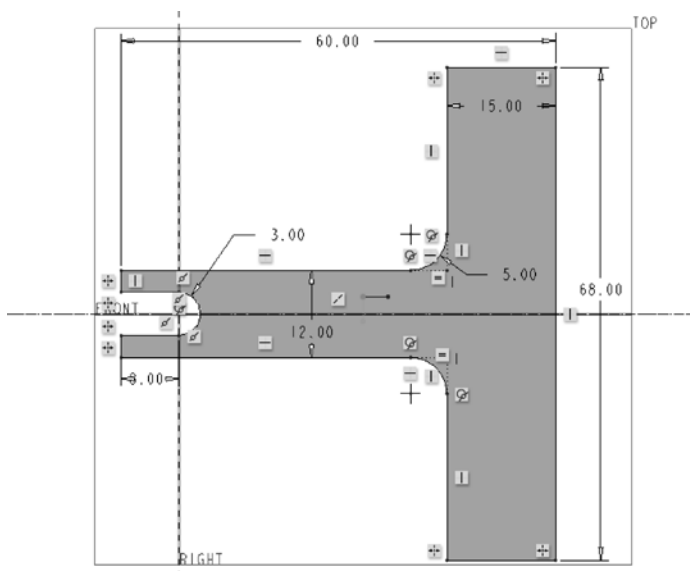

图 5-150 绘制剖面
(1) 在功能区“模型”选项卡的“形状”组中单击 （平面）按钮，打开“平面”选项卡。
(2) 选择 TOP 基准平面定义草绘平面，快速进入内部草绘器。
(3) 绘制图 5-150 所示的剖面，单击 （确定）按钮。